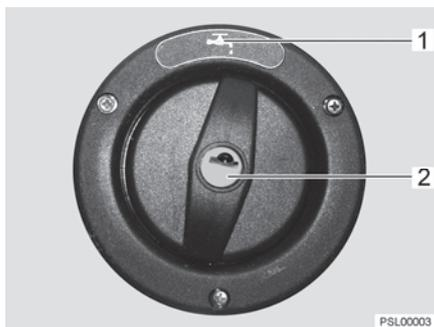

Fig. 90 Tapa de cierre para el tubo de llenado de agua potable
El tubo de llenado de agua potable está identificado con el símbolo "🚰" (Fig. 90,1). La tapa de cierre se abre o cierra con la llave para las cerraduras de trampa exteriores.
- Introducir la llave en el cilindro de cierre (Fig. 90,2) y girarla un cuarto de vuelta en sentido contrario a las agujas del reloj.
- Abrir el tubo de llenado de agua potable (Fig. 90).